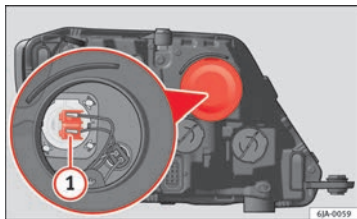

Abb. 154 Glühlampe für Fernlicht auswechseln
- Ziehen Sie den Stecker \Rightarrow Abb. 154 (1) nach außen ab.